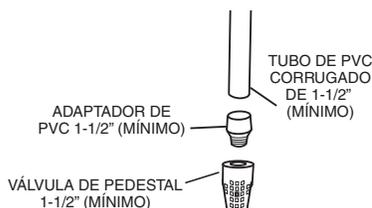

Figura 3
Instalación en lago o laguna (Figura 3)
- Todas las unidades bivoltaje vienen preparadas de fábrica para trabajar a 230 voltios (Figura 3).